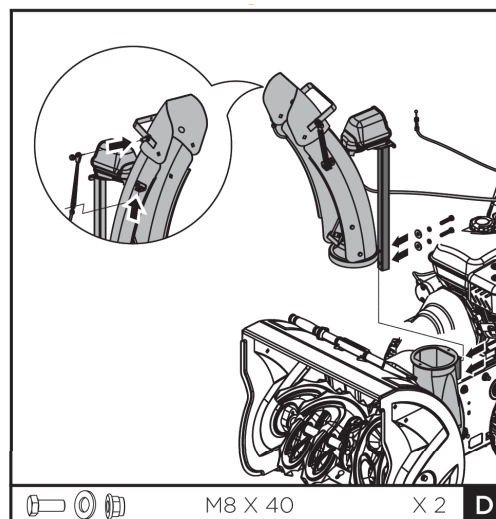

рис. 5
- закрепите жёлоб при помощи болтов (рис.5).
- соедините трос управления с отражателем снега, натяжение отрегулируйте гайкой (рис.5).